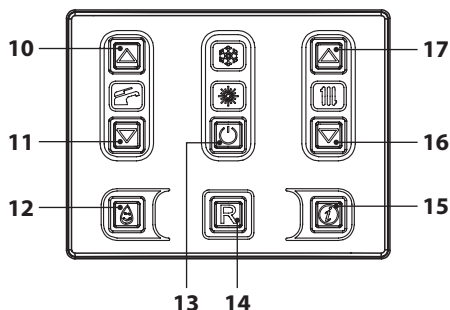
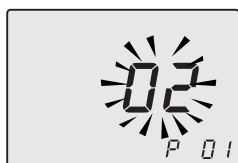

Figura 9.8
Figura 9.9
- Entrare in "modalità programmazione" premendo contemporaneamente per 10 secondi i tasti 13-16-17 (Figura 9.8) fino a far apparire sul display LCD le lettere **P01** e il valore del parametro, indicanti l'entrata nel "parametro 01" (Figura 9.9).
- Premere contemporaneamente i tasti 16 e 17 (Figura 9.8) fino a far apparire sul display LCD le lettere **LP** che si alternano con il valore di temperatura minimo dell'acqua sanitaria (es.45), indicanti l'entrata nell'attivazione della "funzione spazzacamino" alla potenza minima in sanitario (Figura 9.10).
- Premere contemporaneamente i tasti 16 e 17 (Figura 9.8) fino a far apparire sul display LCD le lettere **hP** che si alternano con il valore di temperatura minimo dell'acqua di riscaldamento (es.32), indicanti l'entrata nell'attivazione della "funzione spazzacamino" alla potenza minima in riscaldamento (Figura 9.11).
- Ripremendo contemporaneamente per 10 secondi i tasti 13-16-17 (Figura 9.8) si esce dalla "modalità spazzacamino" e si ritorna allo stato di caldaia precedentemente im-